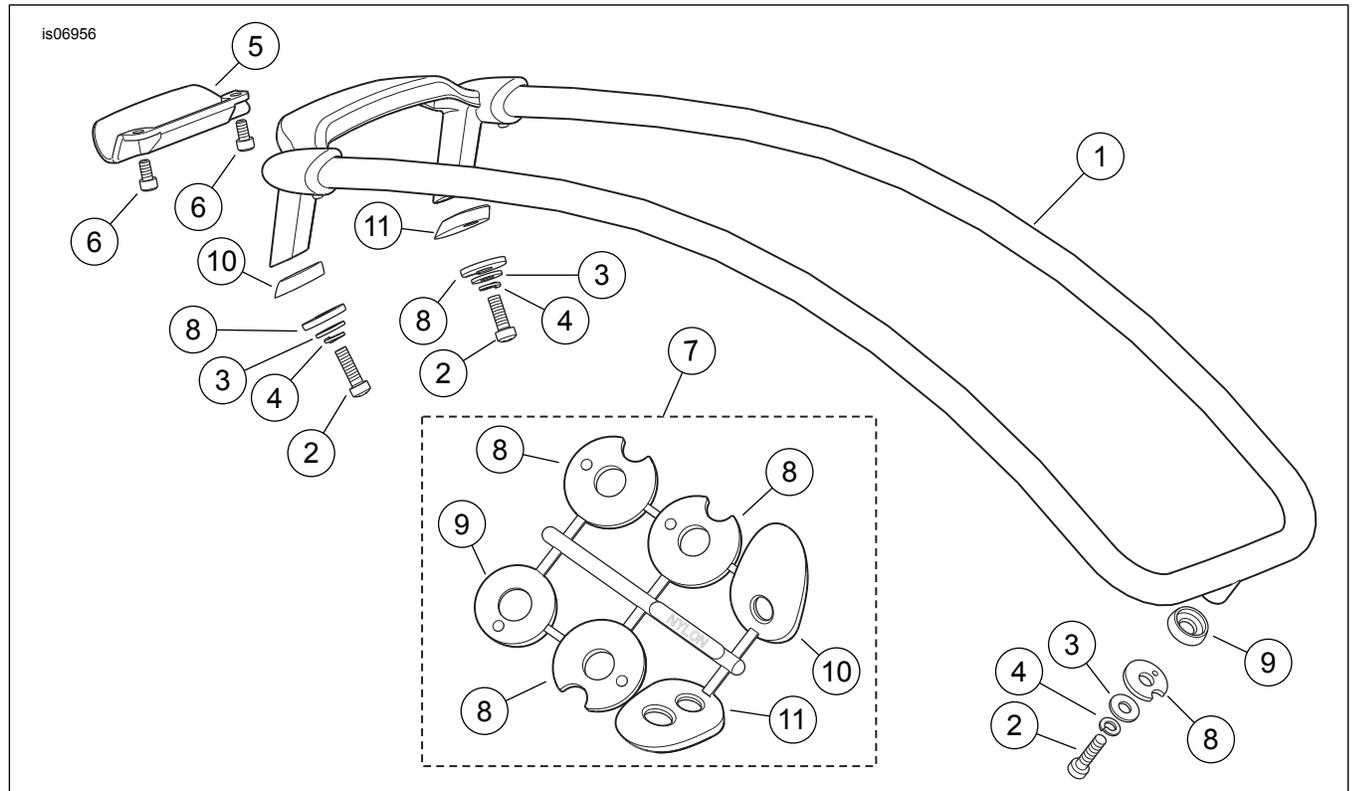

Figure 1. Pièces détachées : Rails de garde-boue Air Wing pour Trike
Voir Figure 1 et Tableau 1.
2. Voir Figure 1. À l'aide de ciseaux ou d'un couteau à lame rétractable, couper les trois rondelles de montage (8) et les trois coussinets de montage (9, 10, 11) en plastique du profilé d'un jeu. Installer le coussinet de montage correct sur chacune des trois montures de vis d'un rail de garniture (1).
12. Prendre un des rails de garniture. **Si un kit de feu de rail Air Wing (no de pièce 68286-10 ou 68388-10) ne sera PAS installé** : Attacher la plaque de calage (5) sur le dessous de la traverse arrière du rail de garniture avec deux vis n° 8-32 (6) du kit. Serrer à un couple de 3,1–3,5 N·m (27–31 in-lbs).